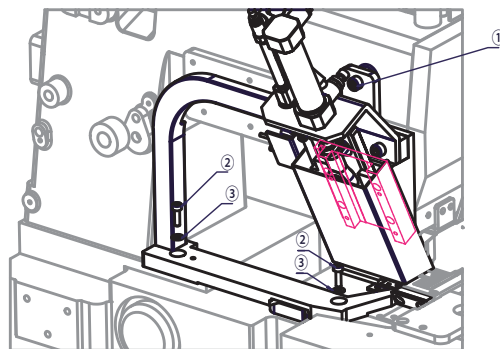

图02
2. 先用件①将刀组锁至机壳, 再用件②、件③固定底座。(如图02)